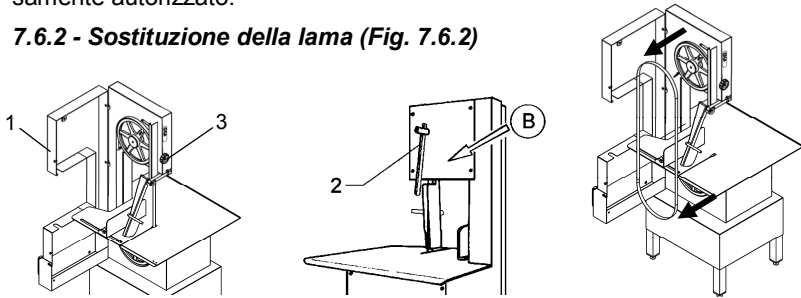

Fig. 7.6.2
### 7.6.2 - Sostituzione della lama (Fig. 7.6.2)
- Portare la leva "2" verso il basso, come indicato nella Fig. 7.6.2 dalla freccia "B".